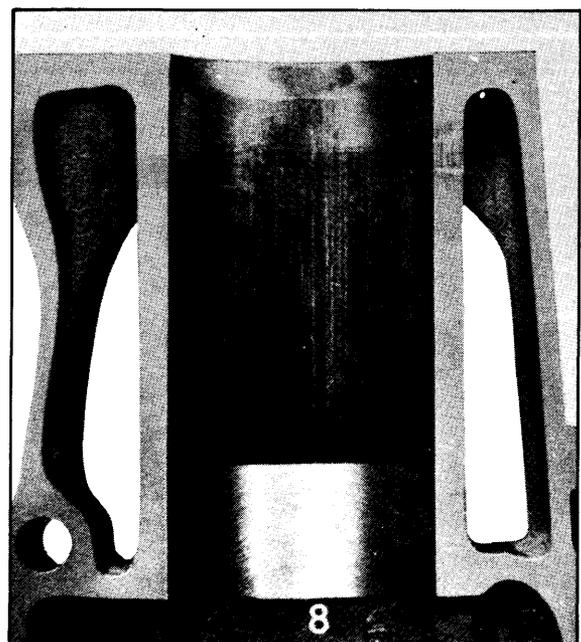

Figura 00-50/5
La figura 00-50/6 (9) presenta el caso de agarrotamiento no muy pronunciado del aro rascador de aceite, apreciándose claramente las señales del bruñido.